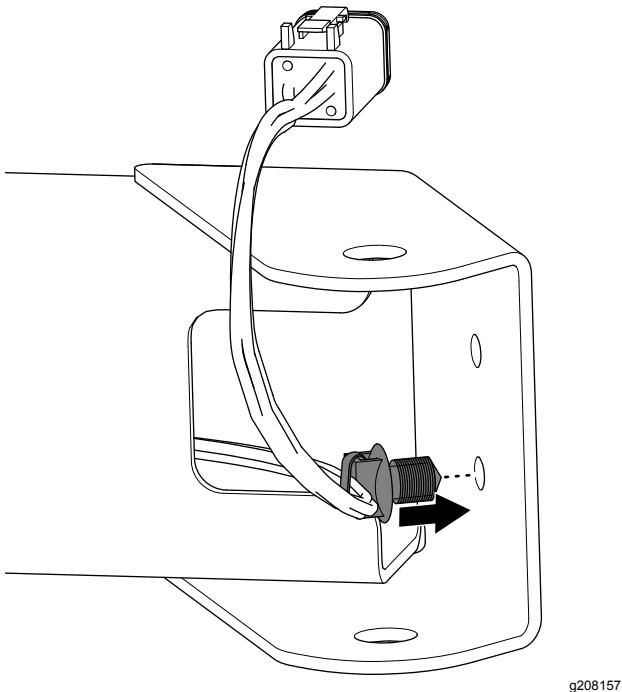

Bild 12
- Stecken Sie die Eindrückbefestigung des Kabelbaums in das Loch am Ende der Befestigung für den Arbeitsscheinwerfer ein, wie in Bild 12 abgebildet.